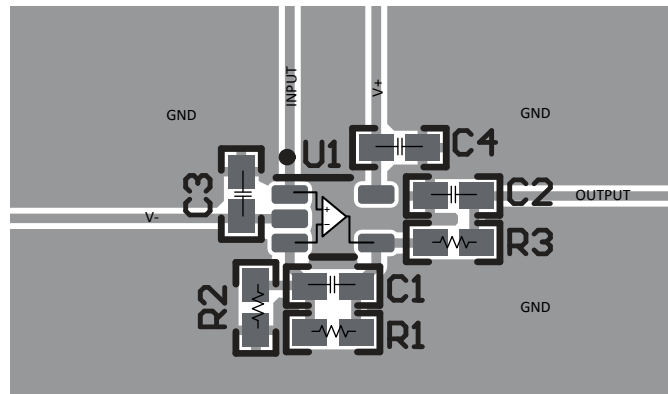

图 7-4. 同相配置的运算放大器电路板布局布线 - SC70 (DCK) 封装
- 外部元件应尽量靠近器件放置。如图 7-4 所示，使 RF 和 RG 靠近反相输入可更大限度减小寄生电容。